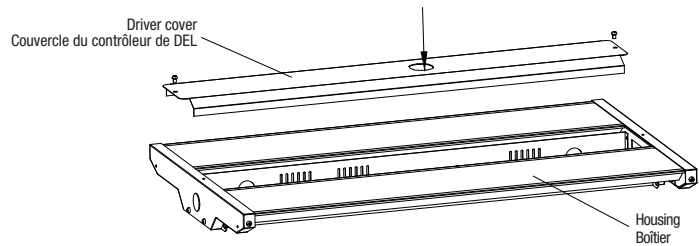

Fig. 2
2. Knock away the knocking-out hole of the driver cover (Fig.2).
2. Percer l'entrée défonçable du couvercle du contrôleur de DEL (Fig. 2).